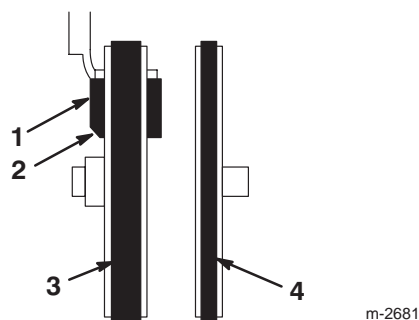

Figura 33
17. Verificate che la pastiglia del freno sia correttamente montata sul braccio del freno. Posizionate l'angolo smussato sulla pastiglia, come illustrato nella Figura 33.
13. Verificate che la pastiglia del freno sia stata montata correttamente sul braccio del freno. Posizionate l'angolo smussato sulla pastiglia, come illustrato nella Figura 33.